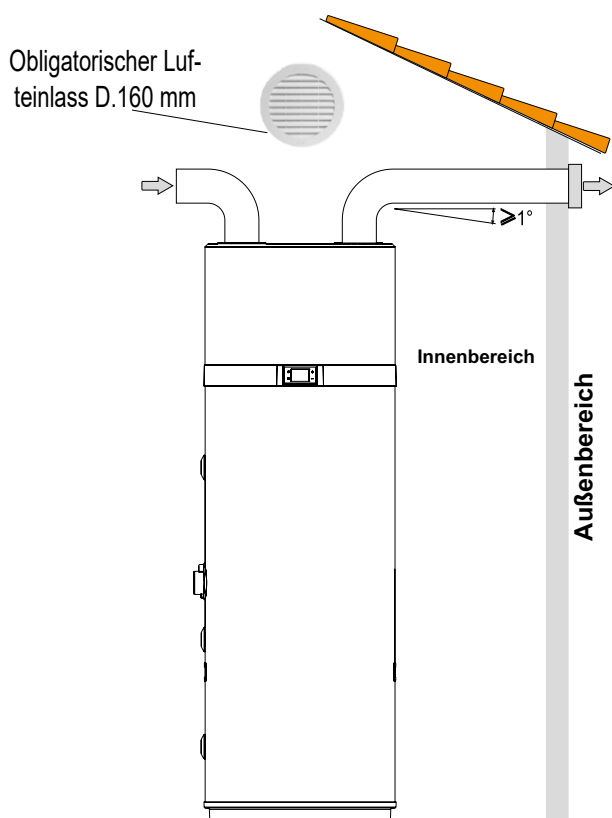

Abb. 52 - Beispiel für einen Luftauslassanschluss
- Erstellen Sie einen speziellen Luftkanal, wie in Abb. 52 angegeben.